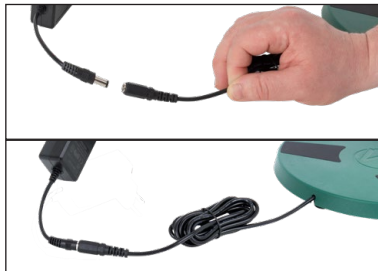

fig. 1
1. För att slå på och starta enheten, anslut nätdelen till enhetens matningsledning (fig.1) och koppla in nätdelen i ett korrekt och i enlighet med gällande föreskrifter installerat uttag.